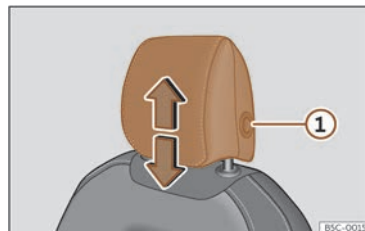
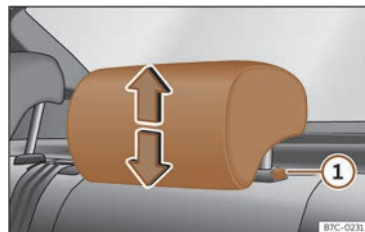

Fig. 99 Scaunul față: reglarea tetierei.
Fig. 100 Tetiera spate: reglarea tetierei.
- Apucați cu ambele mâini părțile laterale ale tetierei și împingeți în sus în poziția dorită. Pentru coborârea tetierei, repetați aceeași acțiune apăsând butonul de pe partea laterală ① >>> fig. 99 ,>>> fig. 100.